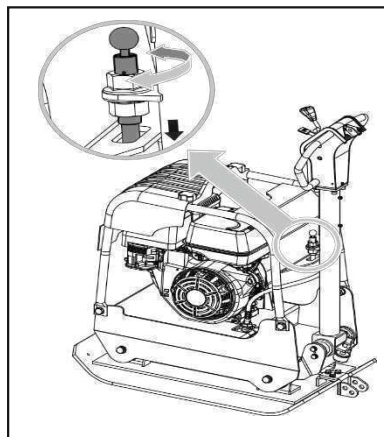

Рис. 13
4. Дайте двигателю остыть, затем снимите провод свечи зажигания, открутите её и залейте 60 мл SAE-30 высококачественного машинного масла (Рис. 13).